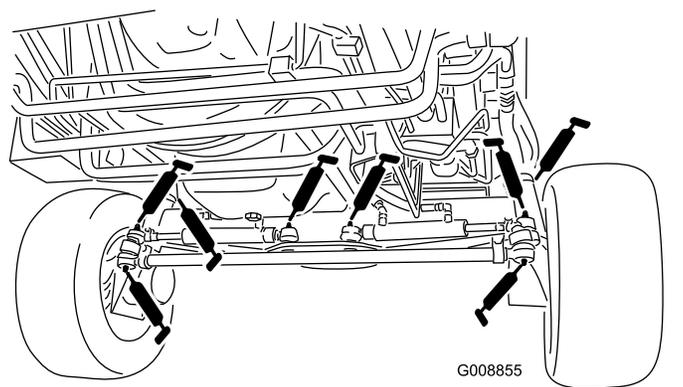

図 78
- ステアリングシリンダのボールジョイント 4ヶ所 図 78
- タイロッドのボールジョイント2ヶ所 図 78
- キングピンのブッシュ2ヶ所 (図 78)